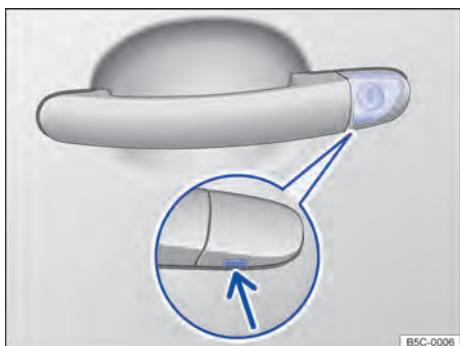

Fig. 153 Maçaneta na porta do condutor: cilindro da fechadura coberto.
- Introduzir a haste da chave na maçaneta da porta do condutor por baixo na abertura da capa de cobertura ⇒ Fig. 153 (seta) e removê-la de baixo para cima.